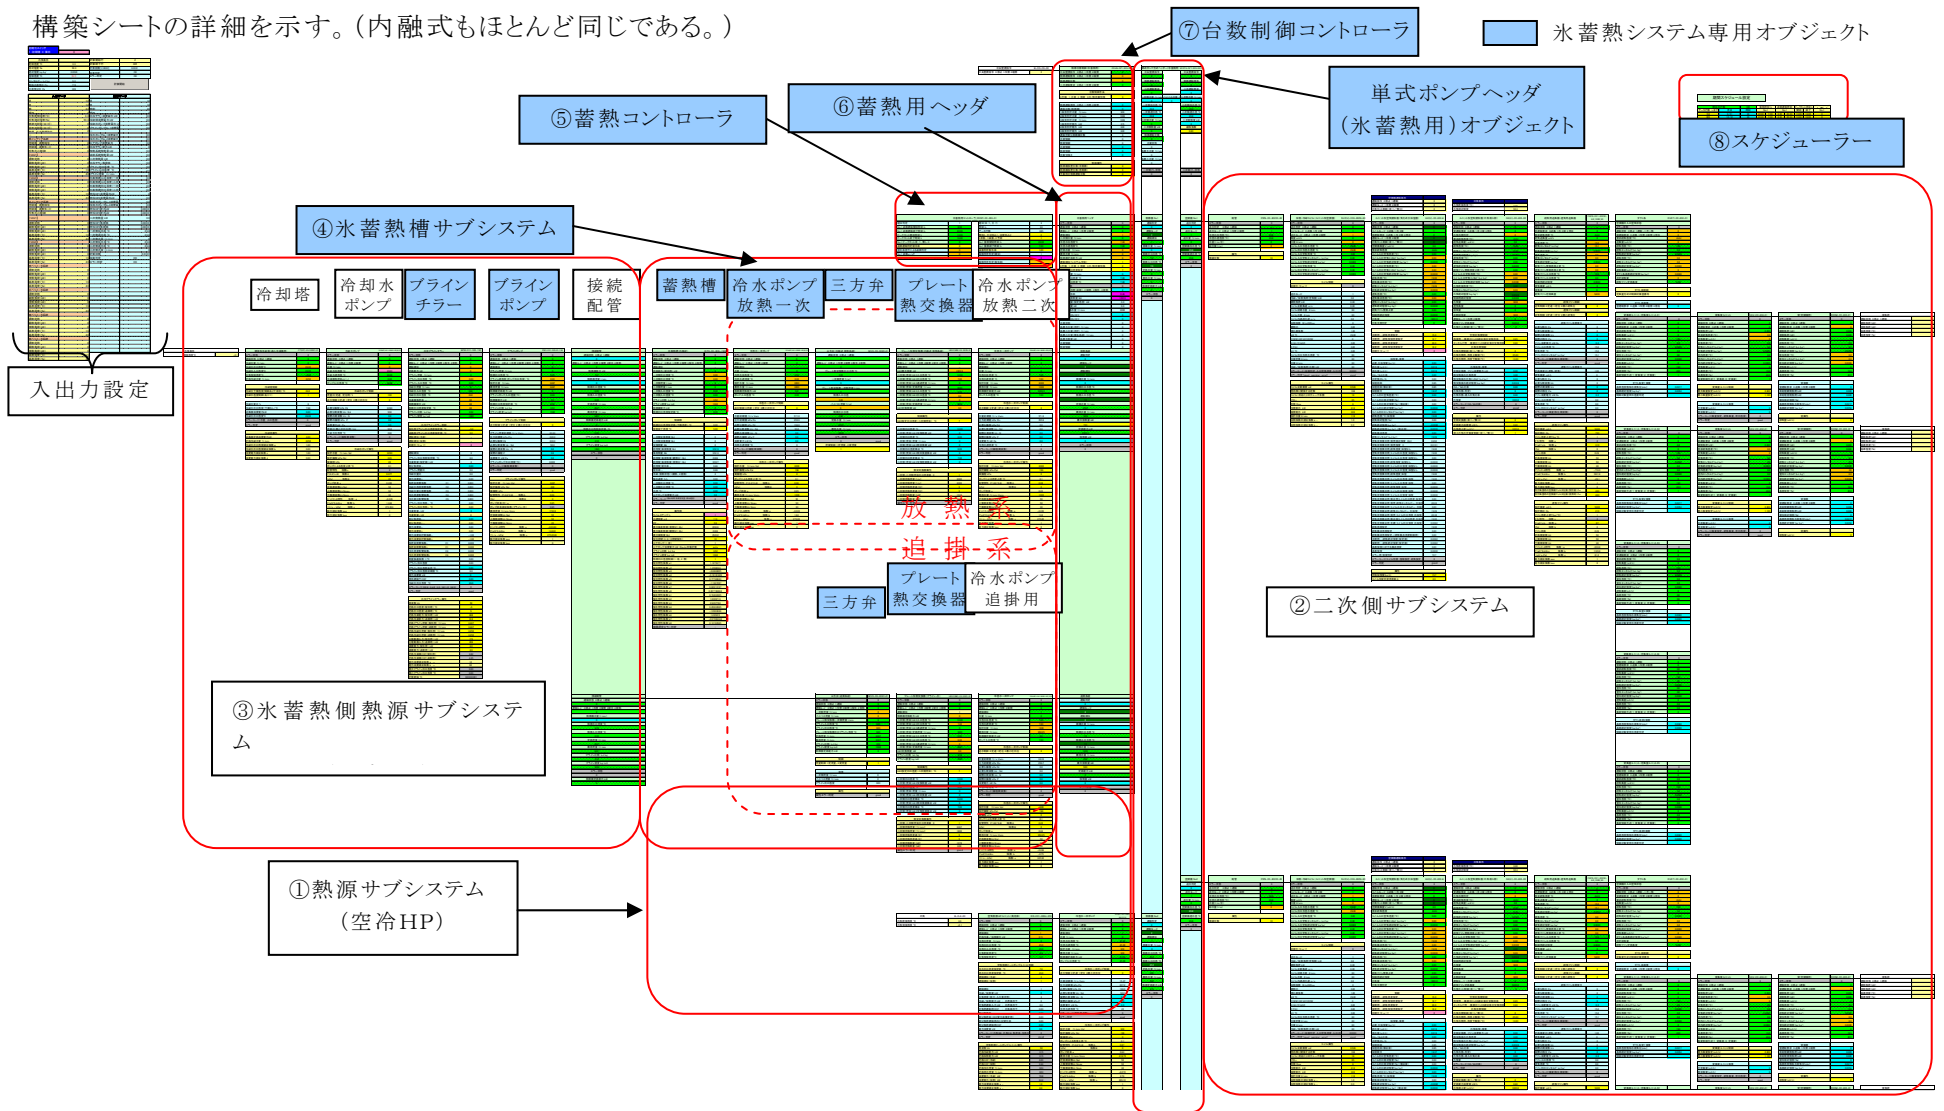

図 6.4 構築シートの全体構成
② モデル化の手順
(2)熱源サブシステム、二次側サブシステムの構築(図 6.4 の①、②)
(3)氷蓄熱側熱源サブシステムの構築(図 6.4 の③)
(4)氷蓄熱槽サブシステムの構築(図 6.4 の④)
(5)蓄熱コントローラ、氷蓄熱ヘッダの設定(図 6.4 の⑤、⑥)